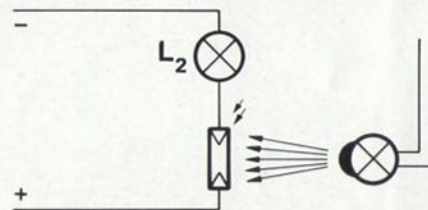

fig. 24.2
**De lamp als meet-instrument** We gebruiken de in serie geschakelde lamp  $L_2$  (fig. 24.2) voor het meten van de stroom in de kring. Hoe sterker de stroom is, hoe feller de lamp gaat branden. Ze mag geen licht werpen op de onderzoeken fotoweerstand.